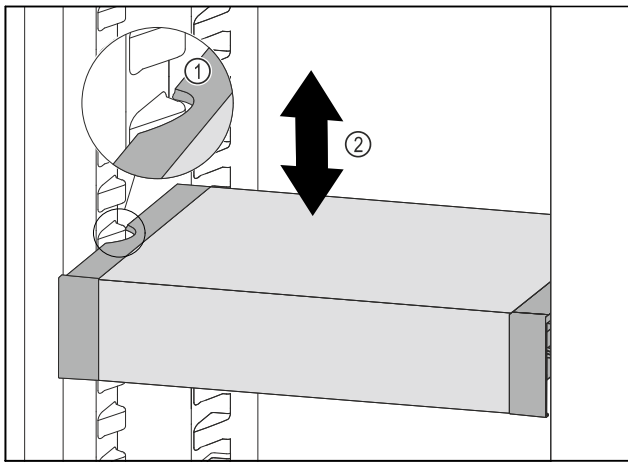

Fig. 83
- ▶ VarioSafe nach vorne ziehen, bis sich die seitlichen Aussparungen des VarioSafes auf Höhe der Behälterrippe im Kühlteil befinden. Fig. 83 (1)
- ▶ VarioSafe im Kühlteil nach oben oder unten bewegen, bis gewünschte Höhe erreicht ist. Fig. 83 (2)